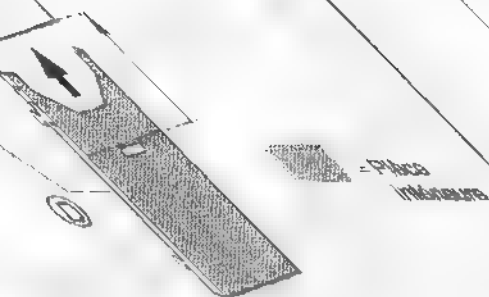

Fig. 18
- Monter préalablement le cache intérieur selon la fig. 18 et le visser à l'aide de deux vis Parker.